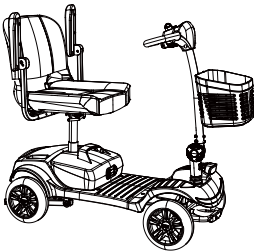

Abbildung 8
1. Heben Sie die Armlehnen an, um den Sitzhebel zu erreichen (siehe **Abbildung 8**).